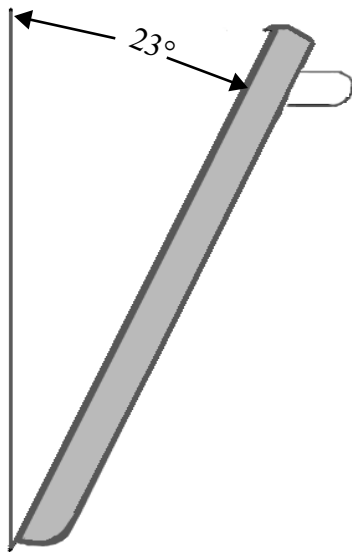

Figura 19: Ángulo aproximativo necesario para quitar la puerta.
3. Cierre la puerta hasta que se detenga contra los soportes de las bisagras. Estos mantienen la puerta entreabierta (Figura 19).
1. Coloque la puerta en el ángulo adecuado (*Figura 19*) e inserte las bisagras en las ranuras. Las bisagras se engancharán firmemente en las ranuras si se instala adecuadamente la puerta. No fuerce o tuerza la puerta.